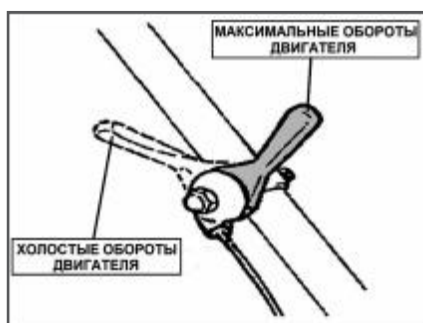

Рис. 17 Положения рычага газа 1. Положение максимальных оборотов двигателя; 2. Положение холостых оборотов двигателя
4. Переведите рычаг газа на 1/3 хода в сторону положения максимальных оборотов двигателя (Рис. 17).